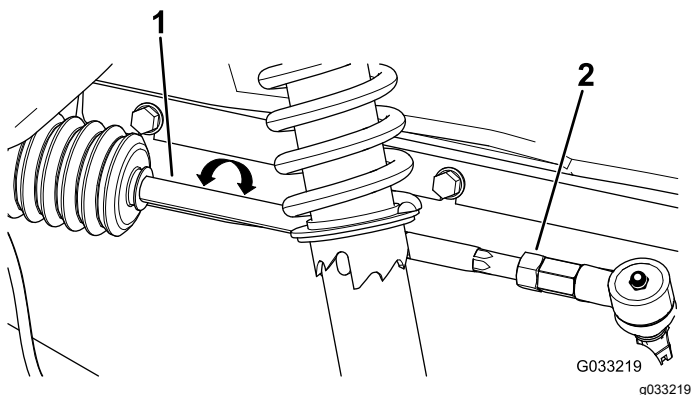

Figura 53
2. Si la distancia no es de entre 0 y 6 mm, afloje las contratuercas en el extremo exterior de las bielas (Figura 53).